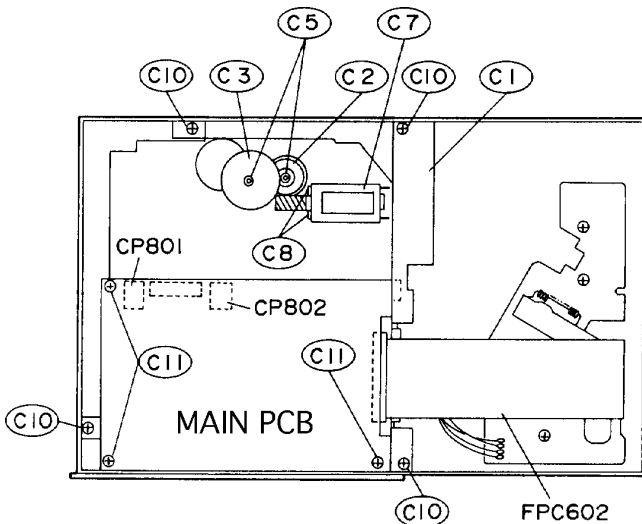

Fig. 2
2. Hauptplatte "MAIN PCB" ausbauen (Fig. 2)
3. Ausbau des Lift-Motors C7 (Fig. 2)
- 4 Schrauben **C10** herauserschrauben und Magazinschacht-Oberenteil **C1** herausnehmen (Fig. 2).
2. Removing the Main Board (Fig. 2)
- Undo 4 screws **C10** and remove the cover plate of the CD magazine compartment **C1** (Fig. 2).